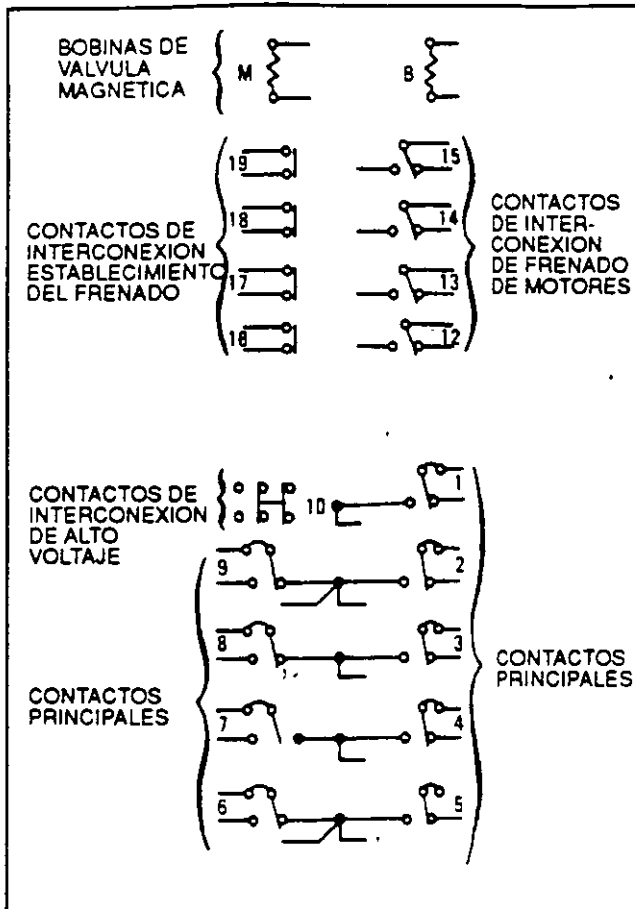

FIG. 16. NUMERACION DE CONTACTOS DEL INTERRUPTOR DE FRENADO GP19 (VISTA FRONTAL). SE MUESTRA MODELO AF. E-17788B-S
La Fig. 16 indica la numeración de los contactos principales y de interconexión, según se mencionan en el diagrama esquemático de la locomotora. El diagrama indica también las bobinas de las válvulas magnéticas de Motorización (M) y Frenado (B). Aunque son típicas, pueden invertirse en ciertas locomotoras. Recuerde: la bobina de la válvula magnética energizada siempre moverá los contactos principales hacia el lado opuesto